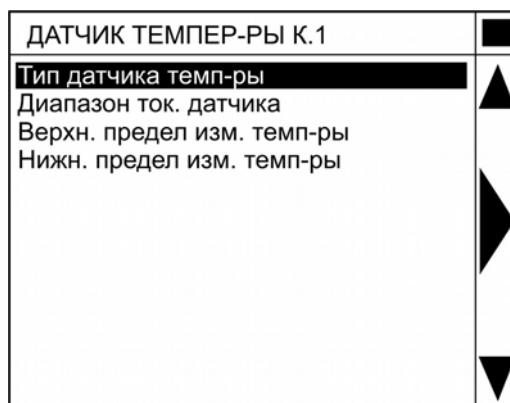

Рисунок 22 — Меню «ДАТЧИК ТЕМПЕРАТУРЫ»
3.4.7.7 Выделив строку «Датчик температуры» в меню «ЗАВОДСКИЕ УСТАНОВКИ КАНАЛА» и активировав её, можно просмотреть заводские установки датчика температуры конкретного канала (рисунок 22).